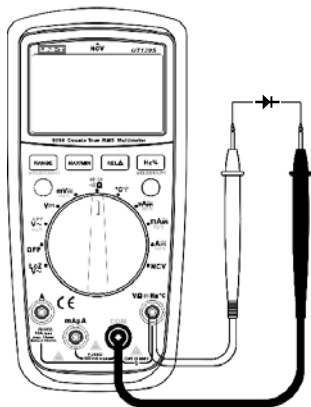

Рисунок 5
- 1) Установите поворотный переключатель в положение $\rightarrow \text{---} \text{---} \text{---} \Omega \text{---} \text{---} \text{---}$ (Рисунок 5).
- 1) Установите поворотный переключатель в положение  Ω  (Рисунок 5).